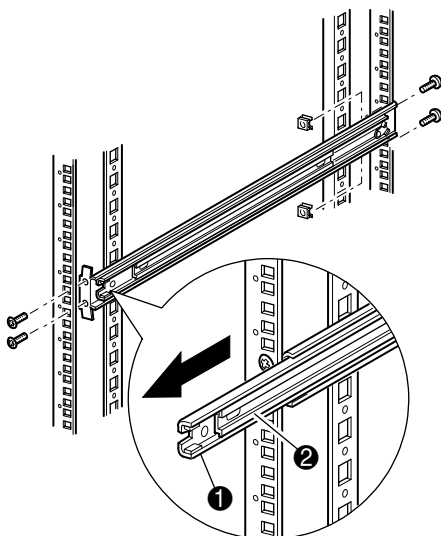

図2-4: レールの取り付け
2. テンプレートを取り外して、付属のファスナを使ってレールを取り付けます(図2-4を参照)。レール正面側のブラケットは、引き出して、直接ネジを挿入します。背面側のブラケットは、引き出せません。また、このブラケットを固定するには、ラック エンクロージャの背面の垂直レールにケージ/クリップ ナットを取り付ける必要があります。